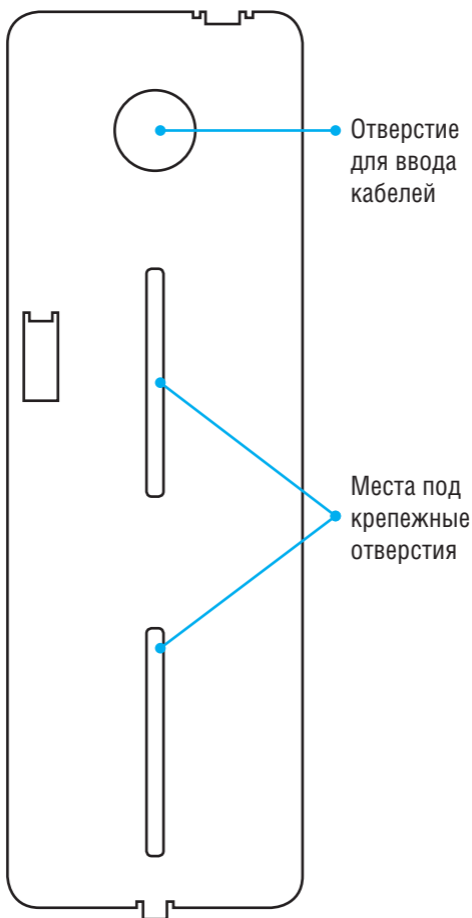

Рисунок 3. Разметка мест крепления
4. Разметьте места крепления контроллера, приложив заднюю крышку контроллера к стене (рис. 3).